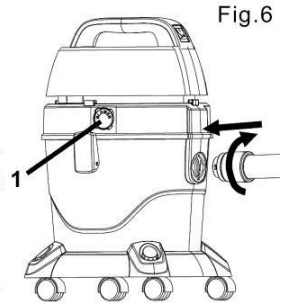

Fig.6
Etape 6 : Insérez l'embout d'insertion du tuyau dans la cuve (pour la fonction aspirateur) ou dans l'emplacement « blower » (1) du corps principal (pour la fonction souffler). Faites-le tourner doucement vers la droite pour attacher le tuyau et assurez-vous qu'ils soit bien imbriqués (Fig. 6).